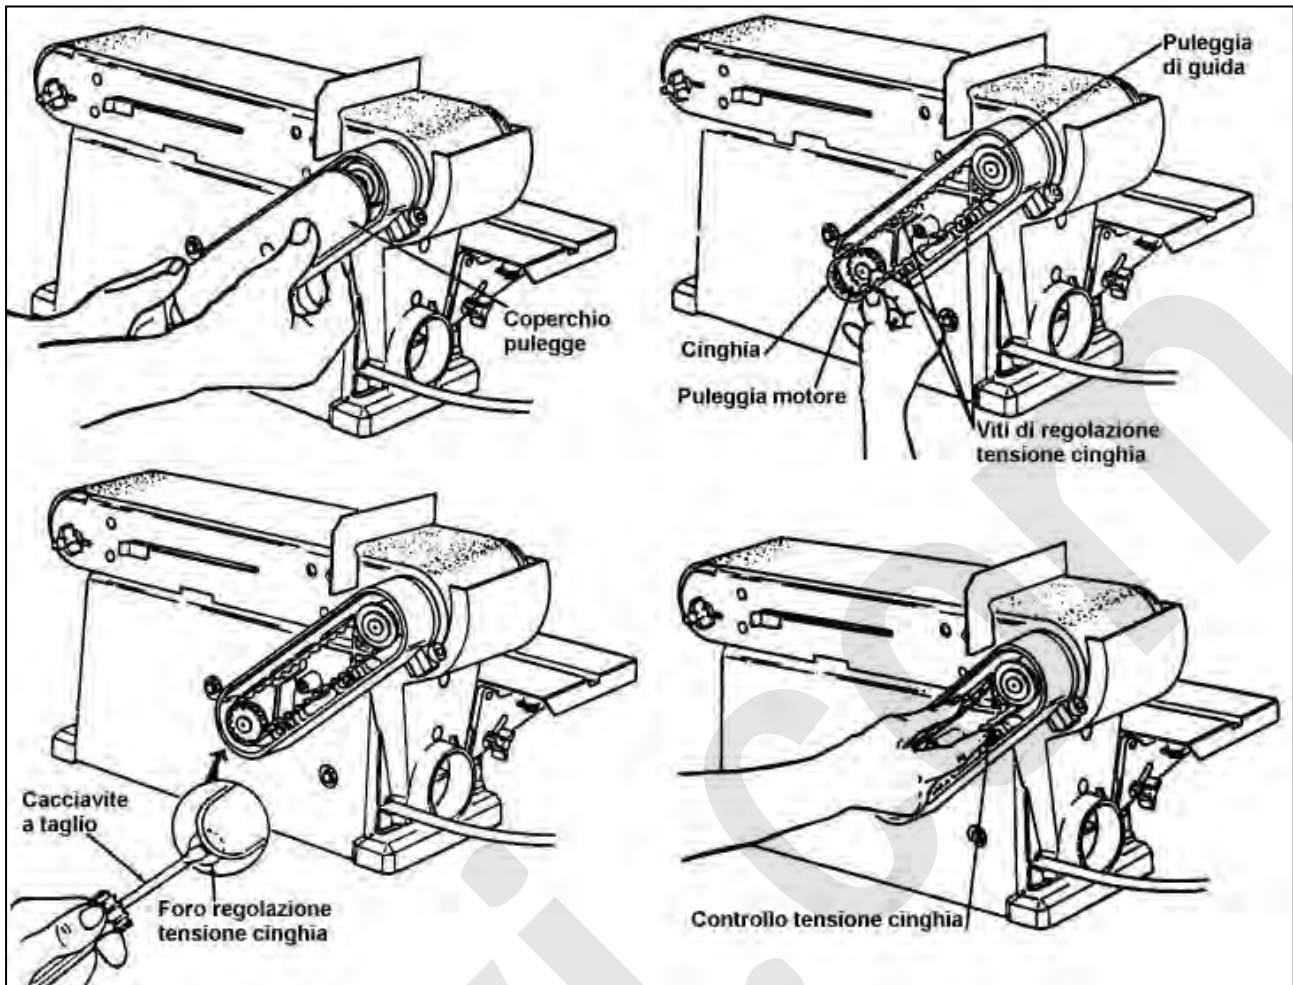

Figura 25 – Controllo e sostituzione cinghia di trasmissione.
1. Rimuovete la vite del carter di protezione della cinghia, utilizzando un cacciavite, dopodiché togliete il carter (figura 25).
2. Allentate le 3 viti per permettere alla cinghia di essere smontata dalle due pulegge (figura 25)
4. Regolare la tensione della cinghia, mediante un cacciavite, inserito nel foro di **regolazione**. **Spingere verso l'alto per aumentare la tensione** (figura 25).
6. Per controllare la tensione, stringete la cinghia fra due dita essa deve cedere di circa 5/6 mm (figura 25)